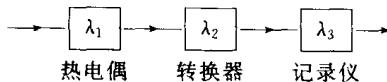

图 1.7 例 1.19 图
**【例 1.19】** 一个热电偶测量系统如图 1.7 所示。其中各部分的故障率  $\lambda_1 = 1.27 \times 10^{-4} \text{ h}^{-1}$ ， $\lambda_2 = 1.16 \times 10^{-5} \text{ h}^{-1}$ ， $\lambda_3 = 1.16 \times 10^{-5} \text{ h}^{-1}$ 。试计算该系统的平均无故障工作时间 MTBF，即工作半年（4320h）时的可靠度。